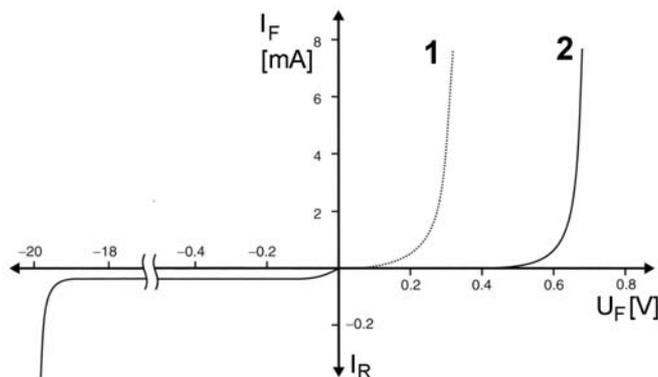

Abb. 2
5. Abb. 2 zeigt zwei Diodenkennlinien. Welche betrifft eine Siliziumdiode, welche eine Germaniumdiode? (Kurze Erläuterung.)